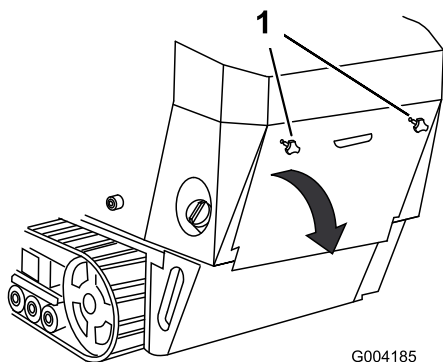

Figura 19
1. Desenrosque los 2 pomos que fijan la tapa de acceso trasera a la máquina (Figura 19).
2. Baje la tapa de acceso trasera y retírela para tener acceso a los componentes internos (Figura 19).